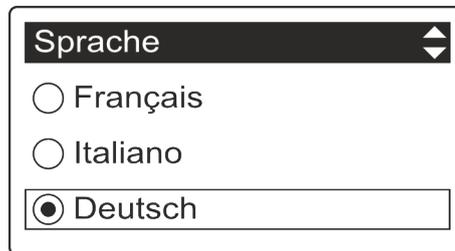

Abb. 5: Menüpunkt Sprache
4. bzw. betätigen, bis der Menüpunkt „Deutsch“ ausgewählt ist (Abb. 5).